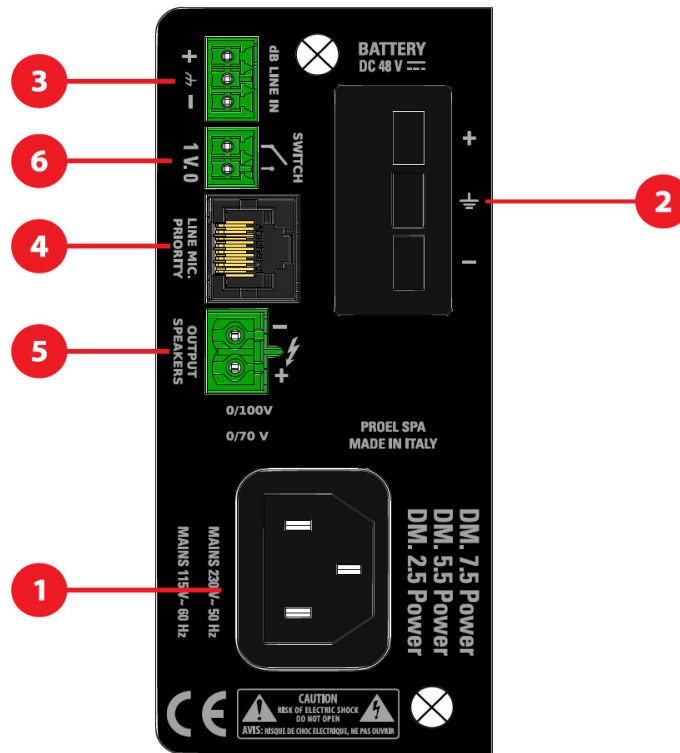

fig.2
Mediante il tasto **MIC/LINE** andiamo a regolare la sensibilità del guadagno dell'ingresso **LINE MIC PRIORITY** (fig.2, rif.4) posto sul pannello posteriore.
Una volta stabilito il livello di sensibilità attribuito all'ingresso **LINE MIC PRIORITY (fig.2, rif.4)** si può procedere con la **Regolazione fine del Guadagno**, in maniera da adattare al meglio l'ingresso al segnale inserito; procedere come segue:
La funzione **VOX** (Priorità) fa sì che un segnale presente sull'ingresso **LINE MIC PRIORITY (fig.2,rif.4)** vada a silenziare il livello in uscita del segnale presente sull'ingresso **LINE IN (fig.2,rif.3)**. La soglia di intervento della funzione VOX può essere regolata mediante la procedura di seguito descritta:
- *Regolando il trimmer al valore Minimo (verso sinistra) la funzione VOX viene disattivata ed in uscita verrà riportato esclusivamente il segnale presente sull'ingresso **LINE IN (fig.2,rif.3)** indipendentemente dal livello del segnale sull'ingresso **LINE MIC PRIORITY (fig.2,rif.4)**.*
**LAMPEGGIANTE BLU.** Modalità OFF. Sezione di potenza spenta, sezione logica accesa, contatto **1V.0 (fig.2, rif.5)** chiuso.
Collegamento di una linea Bilanciata all'ingresso INPUT (fig.2, rif.3)
Collegamento di una linea Sbilanciata all'ingresso INPUT (fig.2, rif.3)
NOTA: Fin quando si mantiene chiuso il Pin 7 sul Pin 8 il segnale presente sull'ingresso LINE/MIC INPUT PRIORITY (fig.2, rif.4) silenzierà il segnale sull'ingresso LINE IN (fig.2, rif.3)
Collegamento di una linea Bilanciata all'**INGRESSO LINE MIC PRIORITY** RJ45 (**fig.2, rif.4**)
Collegamento di una linea Sbilanciata all'**INGRESSO LINE MIC PRIORITY** RJ45 (**fig.2, rif.4**)
Alla chiusura del contatto PRIORITY sulla porta RJ45 (**fig.2, rif.4**) il controllo forza il silenziamento dell'ingresso **LINE IN** (**fig.2, rif.3**) che resterà silenziato fin quando il contatto rimarrà chiuso (indipendentemente dalla presenza o meno del segnale sull'ingresso prioritario (**fig.2 rif.4**)). Tale funzione è particolarmente utile in presenza di segnali audio molto deboli che potrebbero generare dei continui attacchi/stacchi della funzione VOX con conseguente alternarsi del segnale in uscita.
- *In presenza di una regolazione del VOX (**fig.1, rif.7**) diversa dal valore Minimo (potenziometro tutto a sinistra ossia VOX disattivato) alla presenza di un segnale di livello adeguato sull'ingresso **LINE MIC PRIORITY** (**fig.2 rif.4**) l'ingresso **LINE IN** (**fig.2, rif.3**) verrà comunque silenziato indipendentemente dalla chiusura o meno del contatto PRIORITY.*
Alla chiusura del contatto (**fig.2 rif.5**) l'amplificatore si porta nella modalità OFF, LED ON lampeggiante blu (**fig.1 rif.9**) e ci resterà fintanto che il contatto rimarrà chiuso.
Collegare la linea a tensione costante (100V) tra i due terminali “+” e “-” del morsetto (**fig.2, rif.6**).
Collegare la linea a tensione costante (70V) tra i due terminali “+” e “-” del morsetto (**fig.2, rif.6**).